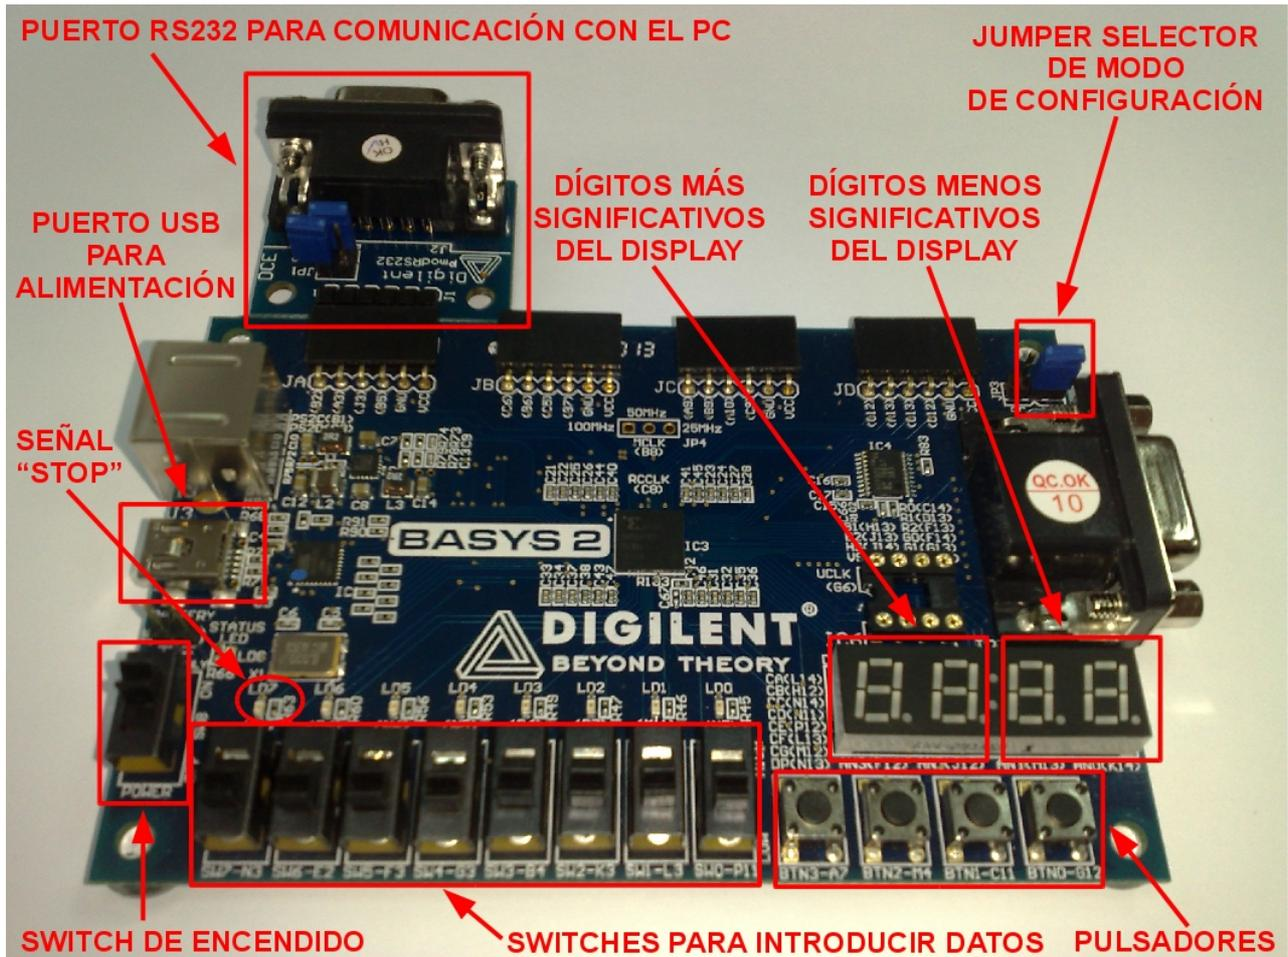

Figura 1. Placa de prototipado empleada en la práctica.
Con estos objetivos se ha implementado¹ un sistema basado en el procesador CS2010 sobre la placa de prototipado Digilent Basys2 que se muestra en la figura 1. El sistema implementado incluye los siguientes componentes:
- b) Conecte la placa al puerto RS232 del PC (vea la figura 1 para ver como conectar la extensión RS232 a la placa de prototipado).